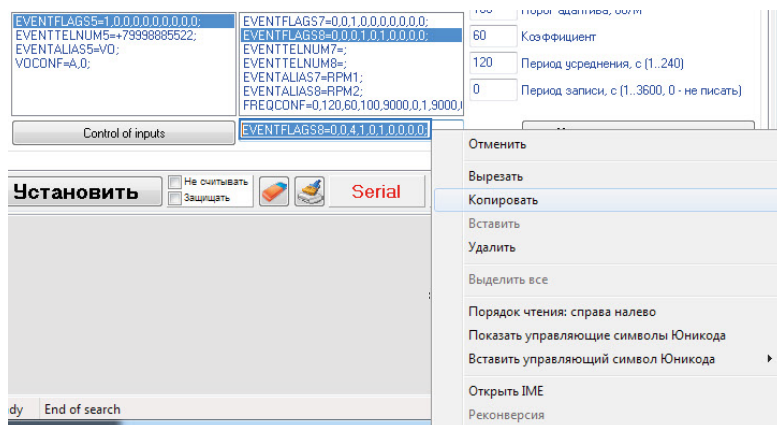

Рис.30. Копирование команды.
- команда будет перемещена в поле для редактирования (Рис.29, п. 3.3). В этом поле Вы можете изменить параметры команды, затем скопировать ее, применив комбинацию клавиш Ctrl+A, Ctrl+C или нажав правую кнопку мыши на команде и выбрав нужную опцию в появившемся меню (Рис.30).